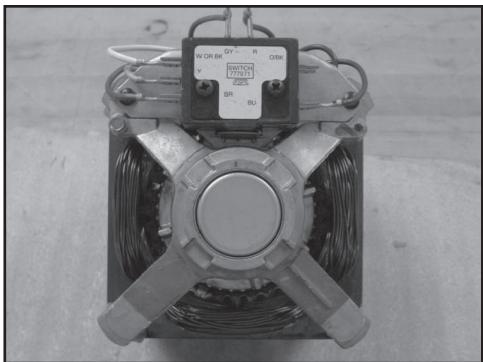
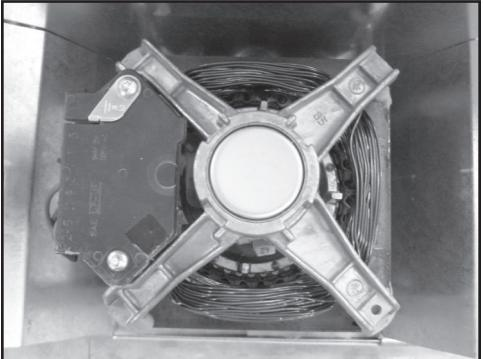

FIGURE 1 (OLD STYLE MOTOR)
FIGURE 2 (NEW STYLE MOTOR)
NOTE: Removal and installation is the same whether it is an old style motor (*Figure 1*) or new style motor (*Figure 2*), however the wiring connections will be different. Refer to *Installing New Motor* for wiring instructions.
7. Place the motor onto the base in the same position as the old motor was when removed (switch facing to the side by wire harness). See *Figure 2* for proper motor orientation. Align the drive gear teeth so the motor can be fully inserted into place. Reinstall the nuts to the motor mounting studs, but leave the nuts loose so the drive gear spacing can be adjusted.
11. Compare the new motor and motor switch to the failed motor just removed (*Figure 1* and *Figure 2*). If the motors and switch are identical then just connect the wire connectors from the wire harness as they were originally. If the switches are different, then continue for connection instructions.
12. To connect the wiring to the motor in *Figure 2*, cut off the existing 1/4" terminals from the ends of the following wires to the motor: red, gray, yellow, brown, blue, black (power supply neutral), and green/yellow (ground wire). Cut wires as close to the terminals as possible.
REMARQUE : Le processus de dépose et installation est identique pour un moteur d'ancien style (*Figure 1*) ou un moteur de nouveau style (*Figure 2*); cependant les connexions du câblage seront différentes. Pour les instructions concernant le câblage, voir la description de l'installation du nouveau moteur.
7. Placer le moteur sur la base, à la même position où se trouvait l'ancien moteur avant la dépose (commutateur orienté vers le côté où se trouve le câblage). Voir la *Figure 2* pour l'orientation correcte du moteur. Aligner la denture du pignon d'entraînement pour qu'il soit facile d'insérer le moteur en place. Réinstaller les écrous sur les goujons de montage du moteur, mais ne pas serrer les écrous pour qu'il demeure possible d'ajuster l'espacement au niveau du pignon d'entraînement.
11. Comparer le nouveau moteur et son commutateur avec la configuration du moteur défaillant qui vient d'être déposé (*Figure 1* et *Figure 2*). Si les moteurs et les commutateurs sont identiques, brancher les connecteurs du câblage selon la configuration de connexion d'origine. Si les commutateurs sont différents, poursuivre avec les instructions de raccordement.
12. Pour raccorder le câblage au moteur représenté à la *Figure 2*, supprimer les cosses ($\frac{1}{4}$ ") à l'extrémité des conducteurs suivants du câblage de branchement au moteur : rouge, gris, jaune, marron, bleu, noir (conducteur neutre de la source d'alimentation), et vert/jaune (liaison à la terre). Couper chaque conducteur aussi près que possible de la cosse.